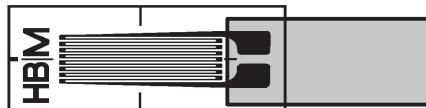

Abb. 6.3 Scharnierartige Verbindung bei DMS ohne Anschlussbändchen
- ▶ Stellen Sie bei DMS ohne Anschlussbändchen die scharnierartige Verbindung nach Abb. 6.3 her (ohne zusätzliche Lötstützpunkte).